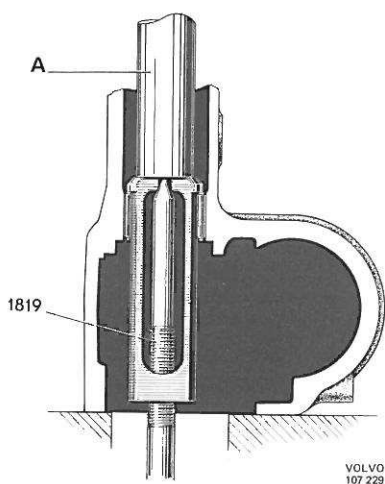
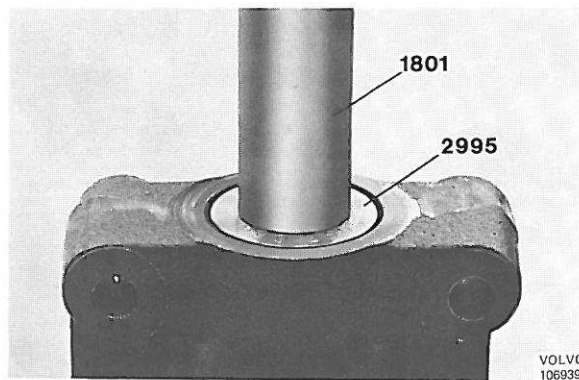

Figure 103. Démontage du roulement à aiguilles
Figure 104. Montage du roulement à aiguilles.
3. Contrôler les roulements à aiguilles dans le boîtier et dans le couvercle au point de vue dégâts. Les remplacer en cas de nécessité. Pour le démontage se servir de l'extracteur 1819 (figure 103) et pour la mise en place, se servir du mandrin 2995 et de la poignée de base 1801 (figure 104).